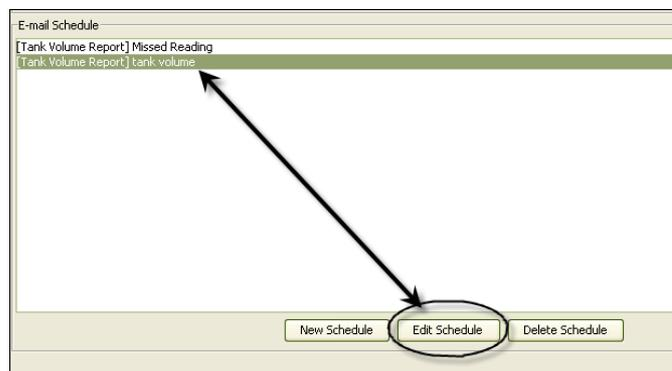

ABB. 145
1. Heben Sie das E-Mail-Ereignis hervor, das Sie verändern wollen, und klicken Sie auf die in ABB. 145 gezeigte Schaltfläche „Bearbeiten“.